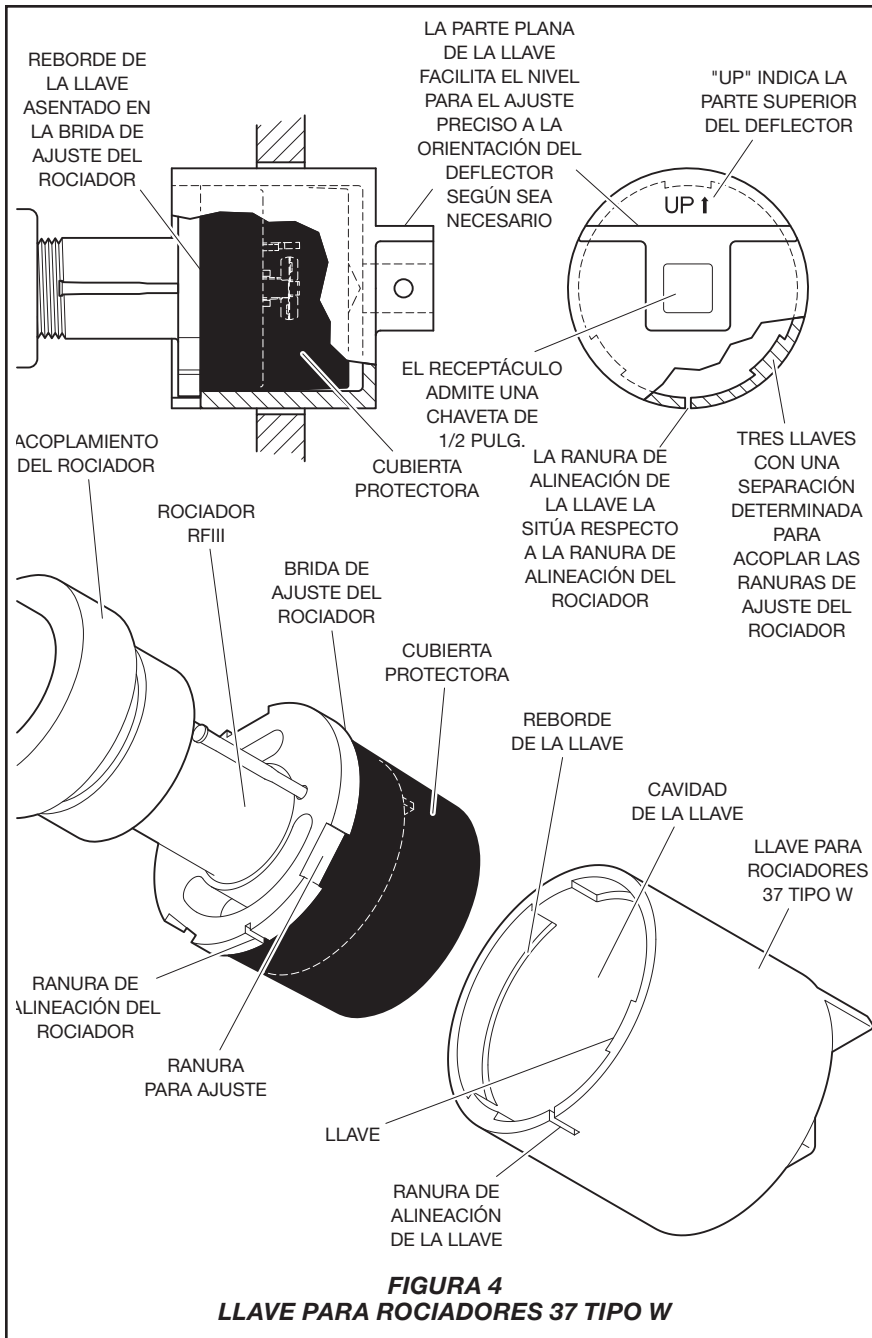

FIGURA 4
Paso 1. El rociador se debe instalar exclusivamente con el eje perpendicular a la pared posterior y paralela al techo. Para la instalación, utilice una llave 37 tipo W para rociadores. La llave tiene una referencia en la superficie externa plana que coincide con la orientación del deflector del rociador. La palabra "UP" de la llave de instalación debe orientarse hacia el techo para asegurar una alineación correcta (Figura 4).
Paso 2. Tras aplicar sellador en la rosca del rociador y asegurarse de que no haya sellador en contacto con los pasadores guía del deflector, alinee la ranura de alineación del rociador con la de la llave tipo W - 37 para rociadores (Figura 4) y encaje el rociador en la cavidad de la llave, asentando por completo el reborde de la llave contra la brida de ajuste del rociador. Apriete a mano el rociador en el accesorio para el rociador.
Paso 3. Una vez apretado a mano, fije un dispositivo de 12,7 mm (1/2 pulg.) a la llave para rociadores (consulte la Figura 4) y apriete con la llave para asegurar un sellado y una alineación correctos, teniendo cuidado de que los pasadores guía del deflector no hagan contacto con elementos o superficies ajenas.